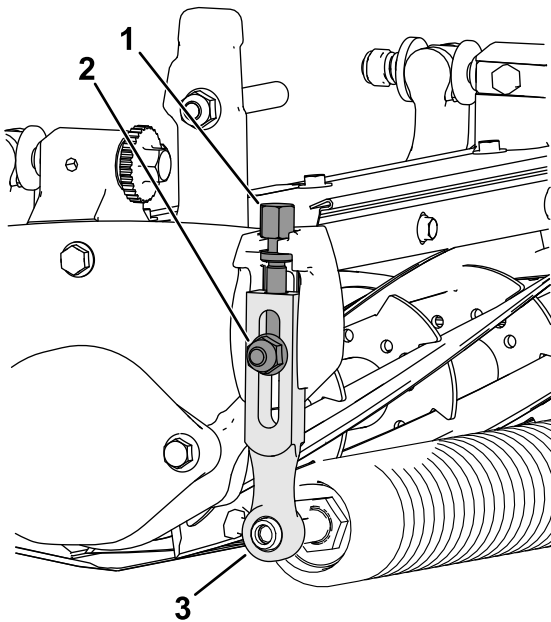

Рисунок 9
1. Ослабте контргайки, що фіксують важелі регулювання висоти зрізу до бічних пластин різального блока (Рисунок 9).